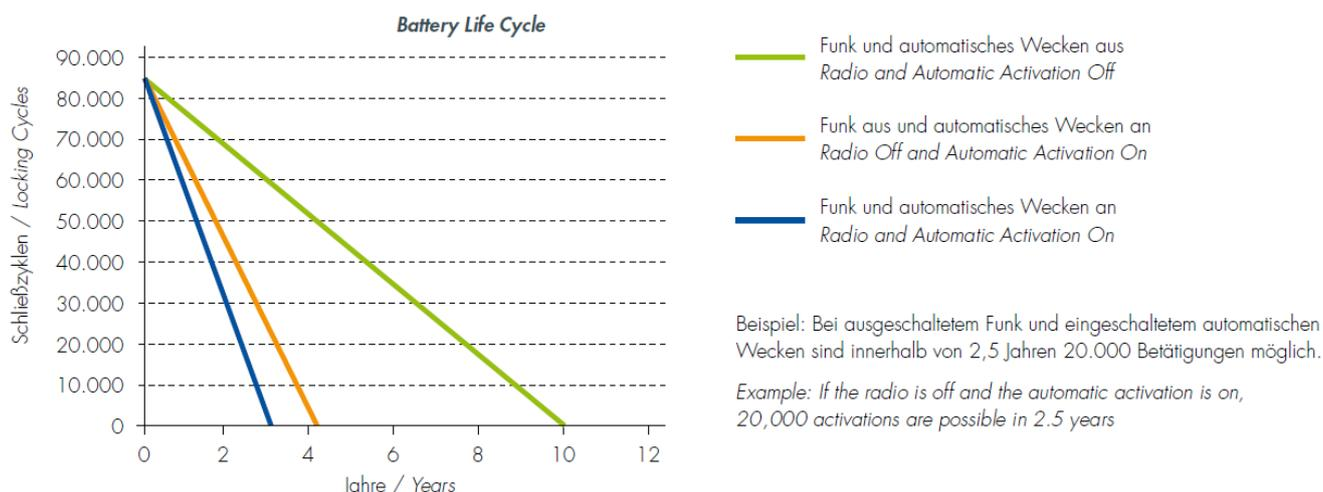

Figure 3. Cycle de vie d'un cylindre KIT1P3030M
3. Tournez le bouton électronique dans le sens du verrouillage jusqu'à ce qu'il s'arrête (fig. 3).
3. Tournez le bouton électronique dans le sens contraire au verrouillage jusqu'à ce qu'il s'arrête (fig. 3).